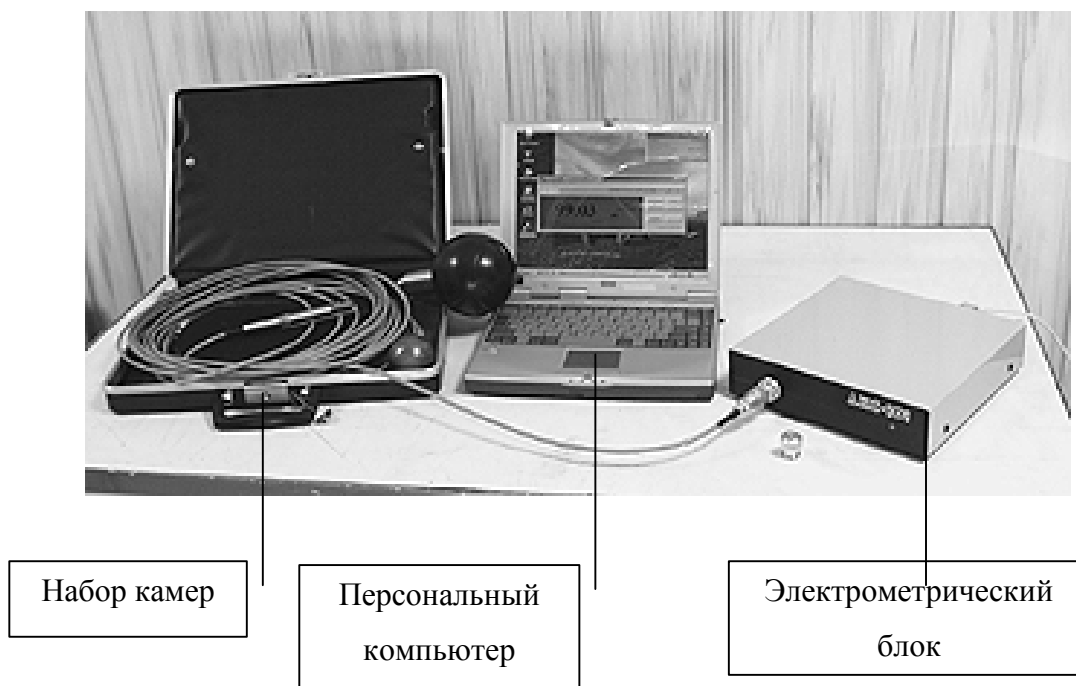

Рис. 3.2. Внешний вид универсального дозиметра.
3.20. Внешний универсального дозиметра показан на рис. 3.2.